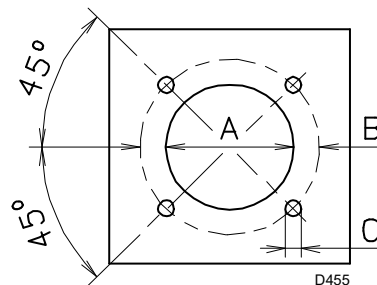

Fig. 12
Percer la plaque de fermeture de la chambre de combustion comme indiqué dans la Fig. 12. La position des trous filetés peut être tracée en utilisant l'écran thermique fourni avec le brûleur.
- Introduire tout le brûleur sur le trou de la chaudière, précédemment prédisposé, (Fig. 12), et le fixer avec les vis fournies de série.